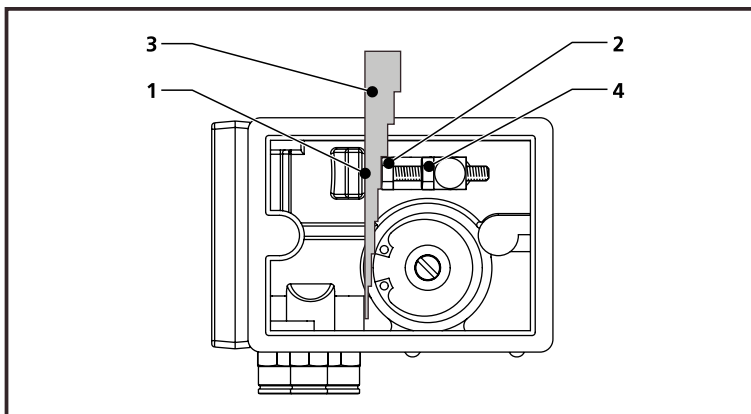

Abbildung 6.3 Einstellen der Anzahl Bremsvorgänge
2. Stellen Sie den Abstand (Abbildung 6.3/L) zwischen der linken Seite des Anschlags (1) und dem Kopf der Stellschraube (2) ein. Auf dem Deckel ist angegeben, welcher Abstand mit einer bestimmten Anzahl Bremsvorgänge übereinstimmt. Auf der Innenseite des Deckels ist eine Einstellhilfe (3) befestigt, die zum Einstellen dieses Abstands verwendet werden kann. Auf dieser Einstellhilfe ist bei jeder Stärke die betreffende Anzahl Bremsvorgänge angegeben.
3. Ziehen Sie die Sicherungsmutter (4) der Stellschraube fest.